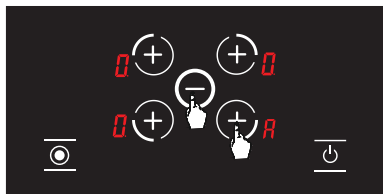

Abbildung 14
4. Nachdem die automatische Heizung eingestellt wurde, kann die gewünschte Kochstufe mit der entsprechenden Kochplattenwahltaste und den **+** Tasten eingestellt werden. (siehe Abb.14) Das Symbol **H** und die ausgewählte Kochstufe erscheinen abwechselnd auf dem Display.